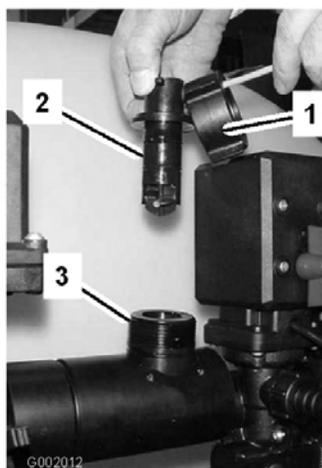

Figura 67
2. Togliete il coperchio dal corpo del flussometro (Figura 67).